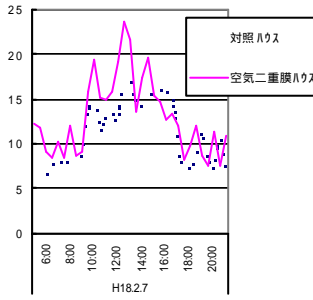

図2 2月(曇天日)ハウス内気温
2. 空気二重膜ハウスは、一重ハウスより、厳寒期、2月曇天日の日中のハウス内気温が高く推移し、7℃以上高まる時がある。一方、5月は急激にハウス内気温が上昇しない(図2、3)。